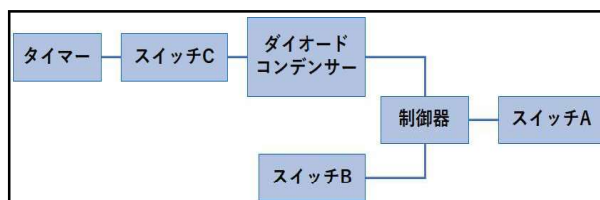

図1 信頼性ブロック図の例
- 1) システム、サブシステムの構造、機能を把握し、信頼性ブロック図を作成する（図1参照）。